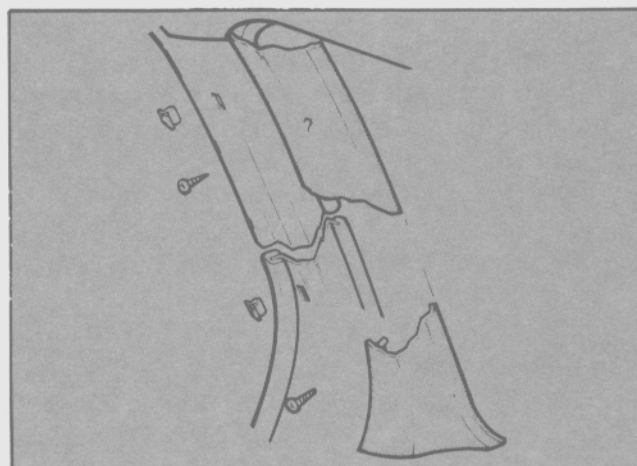

Fig. 8 - Tornillos de sujeción del tapizado de parante "A".
- Retirar los tornillos de sujeción (2) del tapizado a la carrocería (Fig. 8).